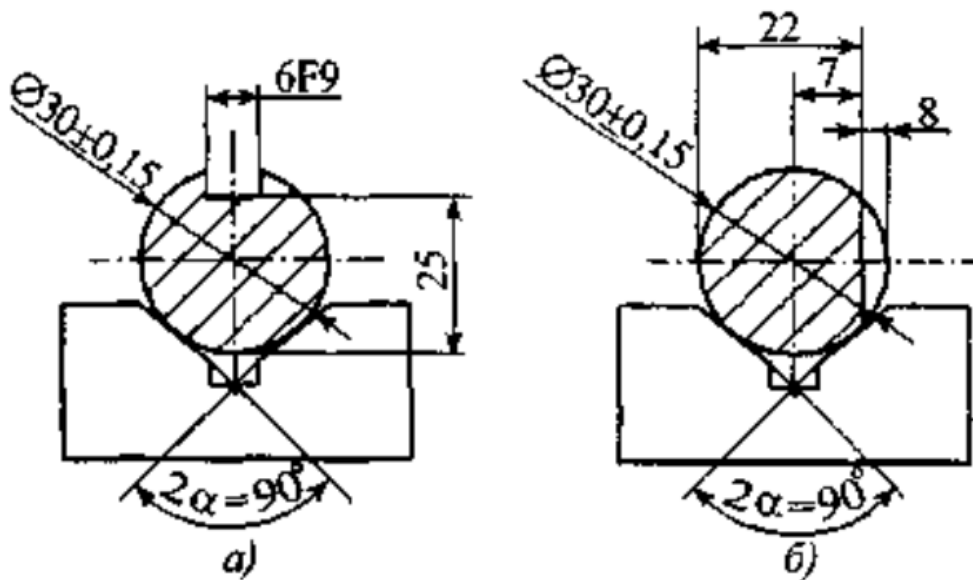

Рис. 4
8. Определите погрешность базирования (ε_{625}) при фрезеровании паза (Рис.4-а).
9. Определите погрешность базирования (ε_6) при фрезеровании плоскости лыски в размеры 8, 22, 7 мм (Рис.4-б).